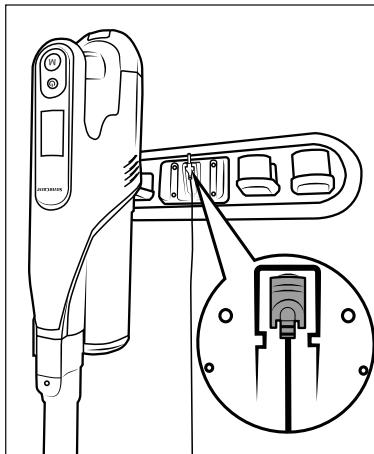

Fig. 6
- ◆ Sæt støvsugeren i vægholderen **18** ovenfra, så hulstikket **11** går ind i lade-stikket **3** på undersiden af produktet. Batteriindikatoren **23** begynder at blinke, og opladningen starter (se fig. 6 og 7).